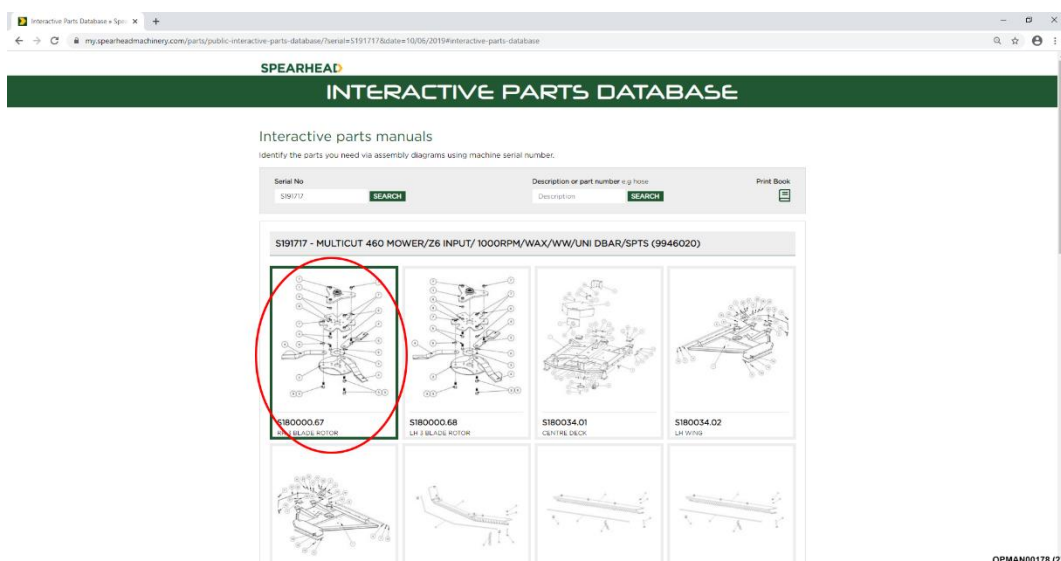

Рис. 7.3 – Выберите сборку
7.1.1.3 После нажатия на серийный номер появится полный перечень деталей, относящийся к серийному номеру машины, показывающий различные детали и узлы машины. Нажмите на нужную сборочную картинку; см. рисунок 7.3.